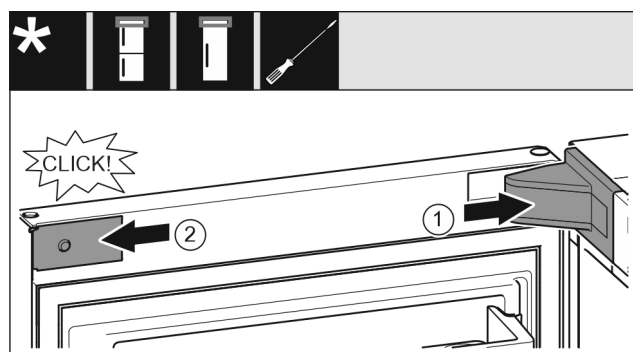

Fig. 27
- ▶ Lagerbokafdekking Fig. 27 (1) plaatsen en vastklikken, evt. voorzichtig uit elkaar drukken.
- ▶ Panelen Fig. 27 (2) aan de zijkanten plaatsen en vastklikken.